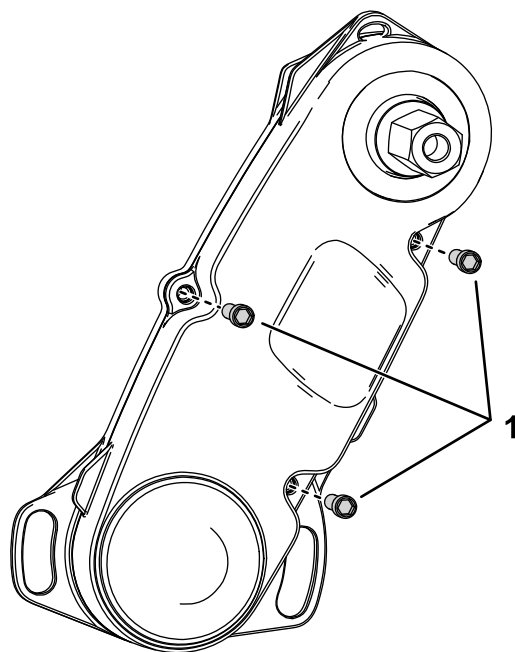

图6
10. 用第 5 步中卸下的螺栓将前盖安装到滚刀驱动组件上 图6。